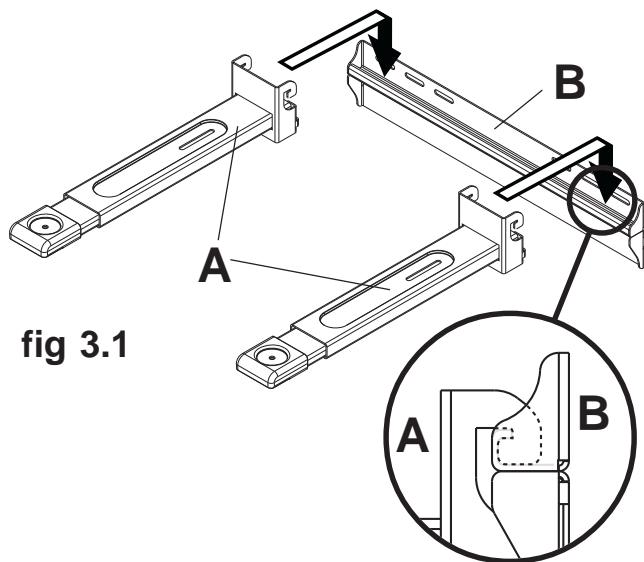

fig 3.1
- 3 Accrochez les bras de support (A) à la plaque murale (B) à l'aide des crochets situés sur les bras de supports comme illustré à la figure 3.1. Les crochets des supports verticaux (A) doivent être bien enfoncés dans la plaque murale comme illustré dans le dessin de détail 1.